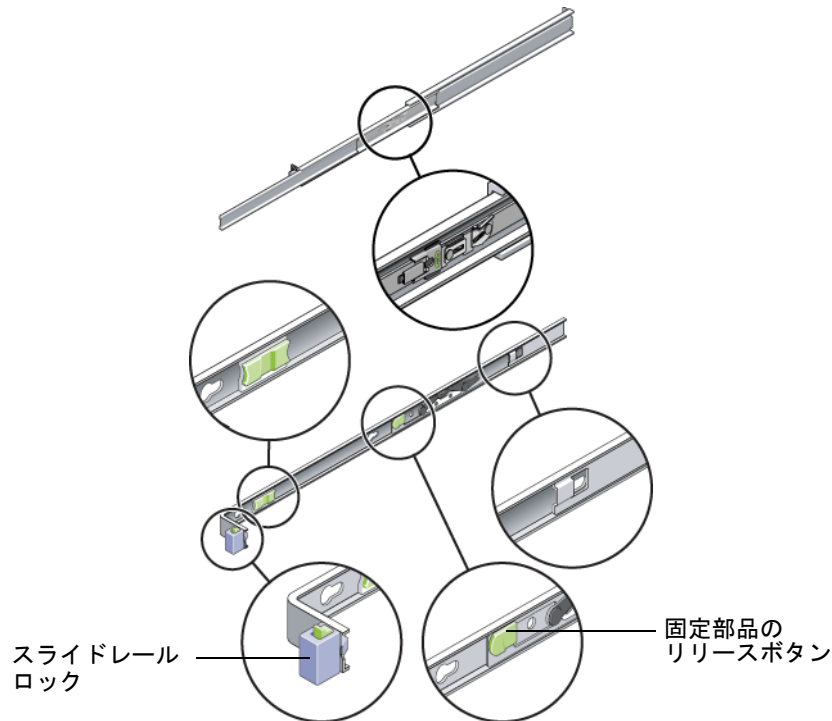

図 2-1 取り付け前のスライドレールの分解
2. 図 2-1 に示すように、1つのスライドレール部品の正面側にあるスライドレールロックの位置を確認します。
詳細は、図 2-1 を参照してください。
4. 図 2-1 に示すように、固定部品のリリースボタンを固定部品の正面方向に引きながら、同時に固定部品をスライドレール部品から引き出します。